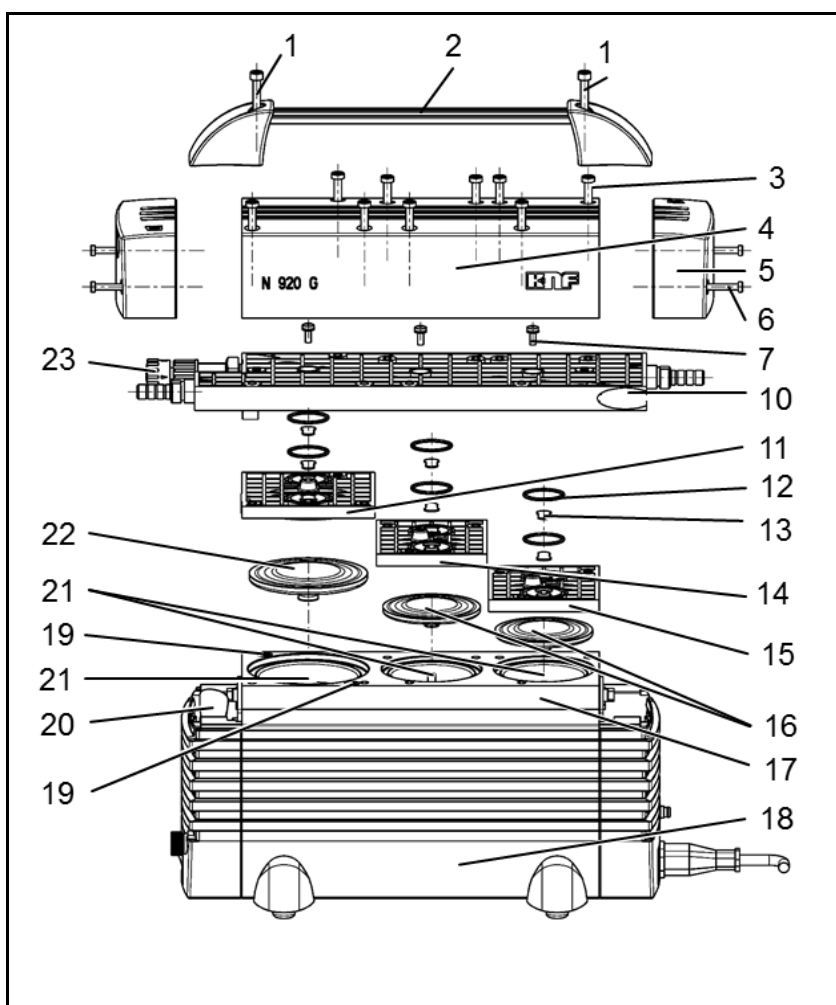

Fig. 8: Schéma éclaté N 920 KT.29.18G
1. Desserrer les deux vis (1) de la poignée de pompe (2) et retirer la poignée de pompe (voir figure 8).
2. Desserrer les 9 vis de fixation (3) du recouvrement de tête (4).
3. Retirer les deux recouvrements latéraux (5) sur le recouvrement de tête (4) après avoir desserré les deux vis (6) respectives.
4. Retirer le recouvrement de tête (4) du corps de pompe (18).
5. Retirer la plaque de tête (10) avec les culasses (11), (14) et (15).